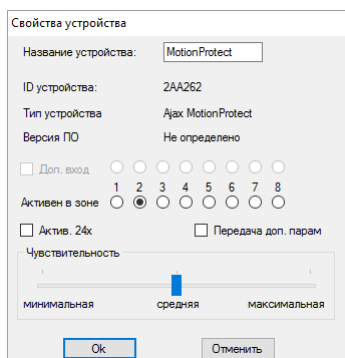

РИС. 5. Меню свойств датчика позволяет приписать его к зоне
4.3. Если датчик оказался ошибочно прописан в другой зоне, выберите курсором название датчика и правым кликом мыши вызовите контекстное меню, найдите пункт «Свойства». Появляется окно настроек, позволяющее переназначить зону для датчика (РИС. 5). Меню свойств датчика также можно вызвать, нажав в дереве «Радиоустройства» соответствующую кнопку напротив датчика в общем списке датчиков.
При подключении дополнительного проводного датчика, в выносную клемму беспроводного датчика, в свойствах последнего должен быть активирован чекбокс «Доп. вход» и выбрана зона для проводного датчика (РИС. 5). Если датчик (например, затопления) рассчитан на круглосуточную работу, активируйте в свойствах чекбокс «Актив. 24ч». Не стоит размещать 24-х часовые и обычные датчики в одной зоне! При необходимости, отрегулируйте чувствительность датчика.